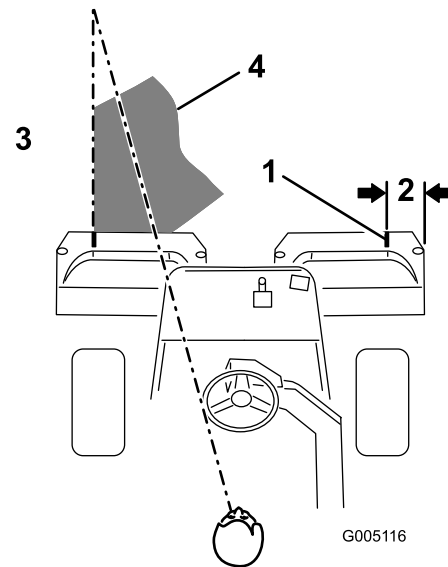

Figura 23
**Nota:** Para cortar em linha reta ao longo do relvado e de modo a conseguir manter uma distância equitativa entre a extremidade da zona de corte anterior, estabeleça uma linha imaginária de aproximadamente 1,8 a 3 metros à frente da máquina até a extremidade da zona por cortar (Figura 23). Alguns operadores acham útil incluir a borda exterior da roda motriz na linha imaginária; por exemplo, mantenha a extremidade da roda motriz alinhada com um ponto que se mantém sempre à mesma distância da dianteira da máquina.